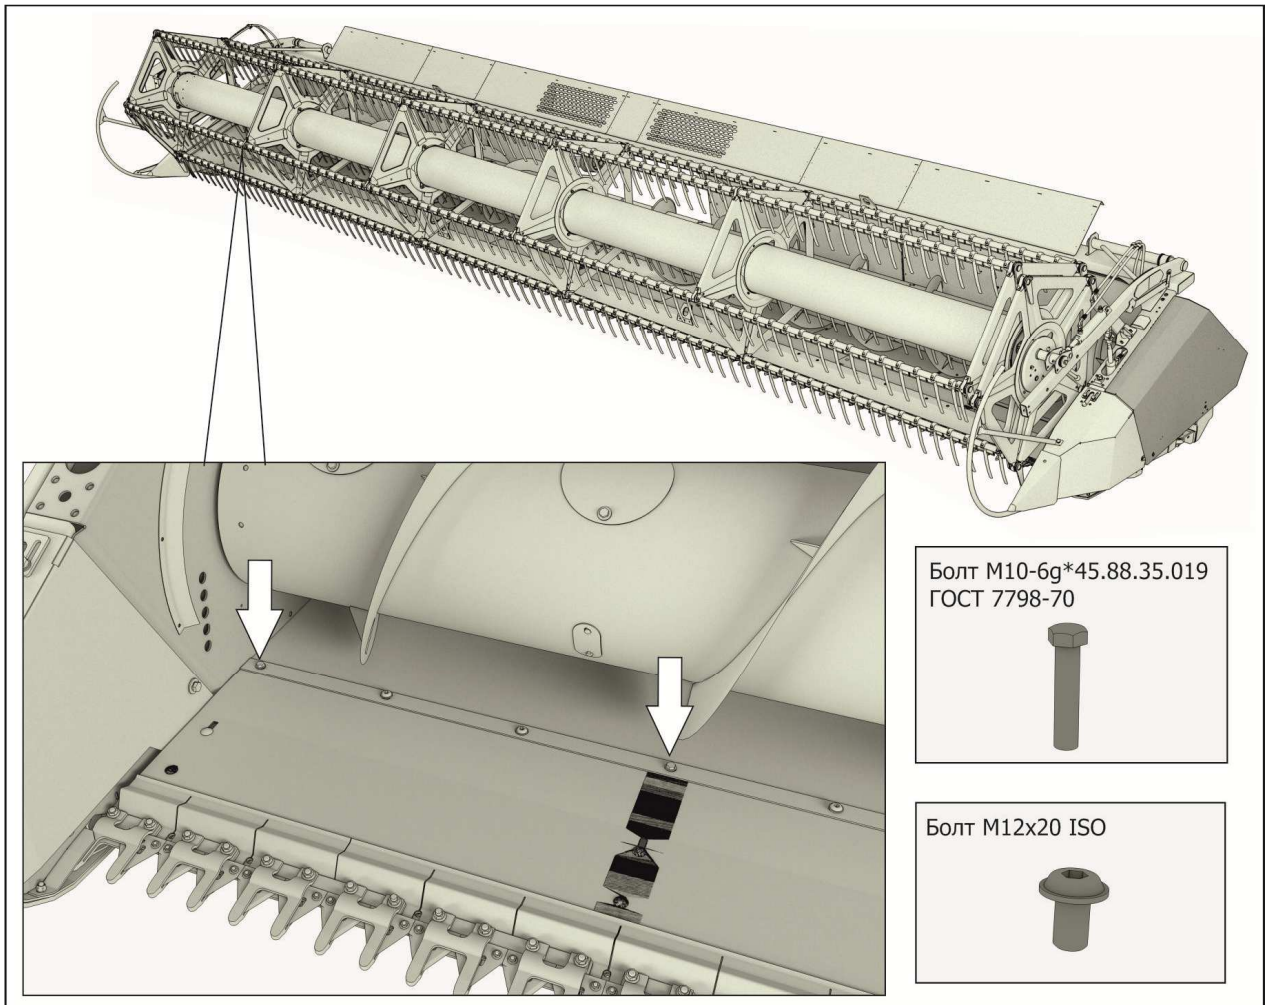

Рисунок 6.13 – Переоборудование жатки на уборку сои в режиме «с плавающим ножом»
3) заменить болт М10х45 крепления рычагов режущего аппарата к каркасу (рисунок 6.13) по всей ширине жатки на винт М12х25 ISO 7380 из комплекта жатки.